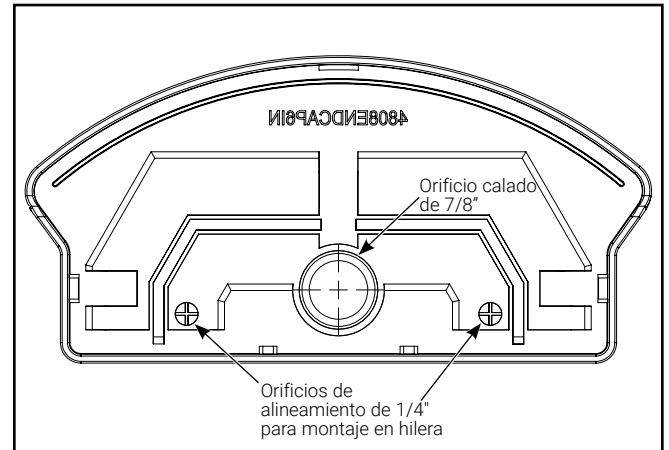

Figura 8.
2. Quite el orificio de 7/8" en la tapa del extremo (Figura 8).
3. Para alinear los accesorios montados en la hilera, taladre a través de 2 orificios de alineación en la tapa del extremo usando una broca de 1/4" (Figura 8).